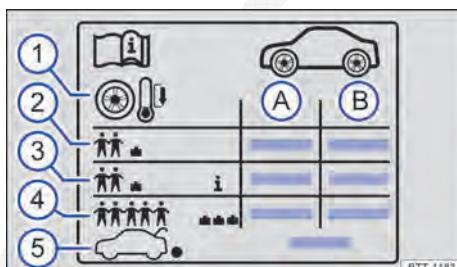

Fig. 182 Símbolos na etiqueta de pressão dos pneus.
Indicações na etiqueta de pressão dos pneus ⇒ Fig. 182:
Dependendo do veículo, a etiqueta de pressão dos pneus pode ter uma pressão dos pneus de conforto ⇒ Fig. 182 ③. A pressão dos pneus de conforto possibilita aumentar o conforto da condução. Ao conduzir com a pressão dos pneus de conforto, pode aumentar o consumo de combustível.